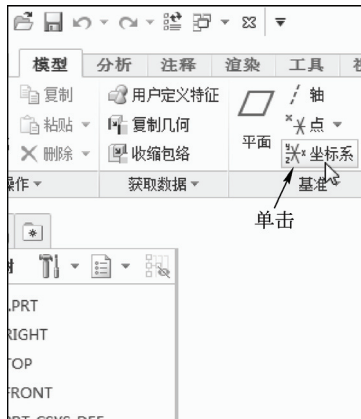

图 5-72 单击“坐标系”按钮
STEP 02 在功能区选项板的“模型”选项卡中，单击“基准”面板中的“坐标系”按钮，如图 5-72 所示。